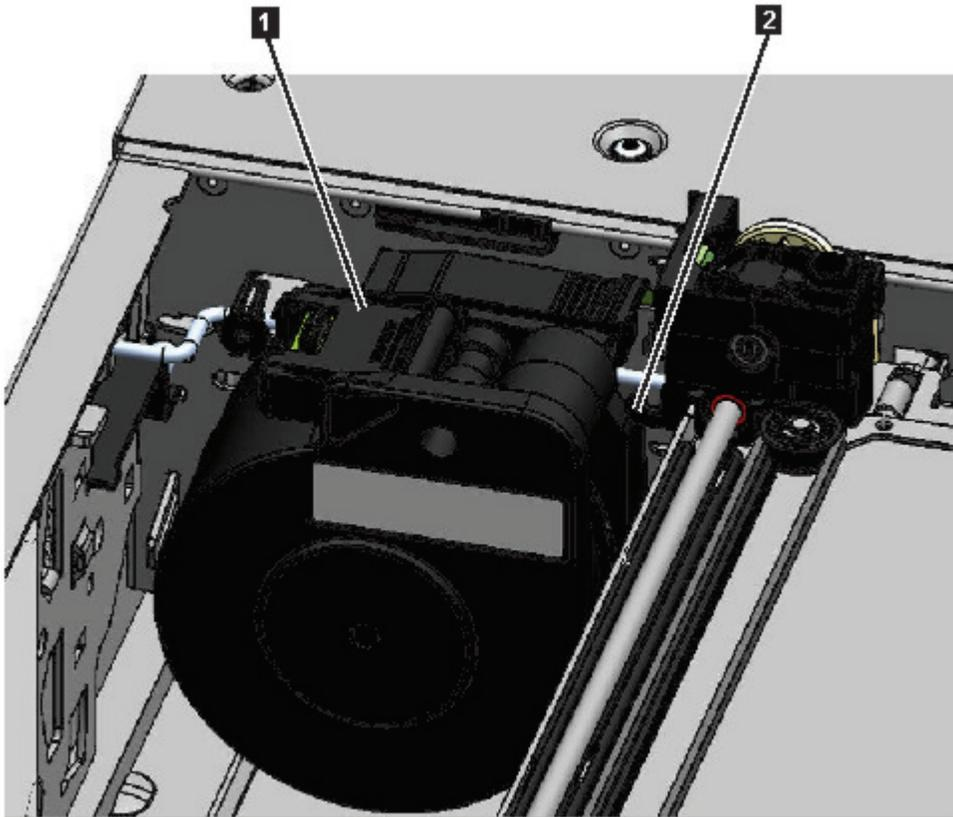

图 74. 位于停放位置的电缆盘电缆
注：请注意存取器中电缆盘电缆端发生旋转的位置。在将新电缆盘电缆连接到存取器时，必须知道该信息。请参阅第 124 页的图 74 中的 **2**。
9. 将电缆盘接口（第 124 页的图 74 中的 **1**）放在停放位置。